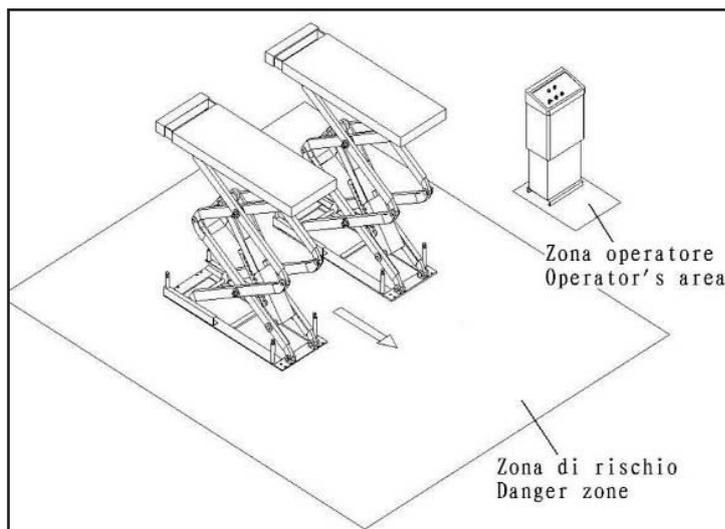

Figura 6
- Não entrar na área de segurança dos veículos que estão a ser levantados. (Figura 6)
Durante as operações de subida e descida, nenhuma pessoa é autorizada a trabalhar por baixo das partes móveis do elevador, devendo ficar na zona de segurança. (Figura 6)